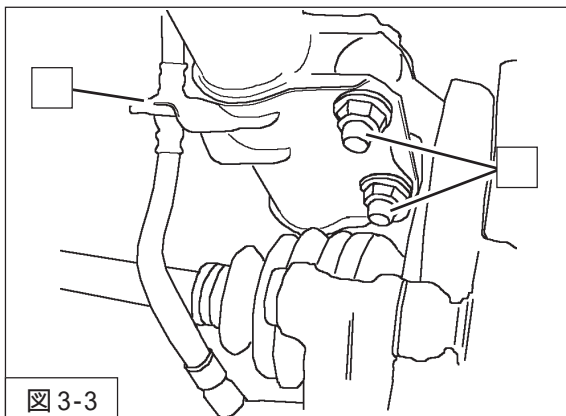

図3-3
4. ブレーキホースクリップを取外し、ブレーキホースをダンパーステーから取外してください。(図3-3)
5. ダンパーローア取付ボルト・ナットを取外してください。(図3-3)